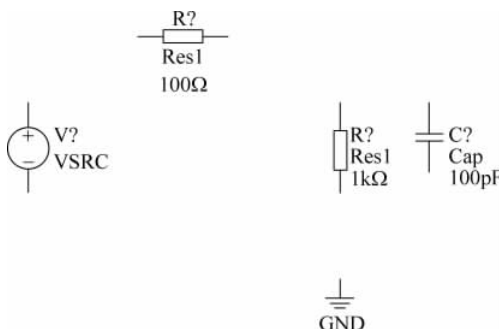

图 3-5 查找仿真元器件到原理图设计界面
(1) 从 Miscellaneous Devices, IntLib 库中分别找到名为 Res1 的电阻元件和名为 Cap Semi 的电容器,并将其按照如图 3-5 所示的位置进行放置。
(2) 从 Simulation Sources, IntLib 库中找到名为 VSRC 的元件,并按照如图 3-5 所示的位置进行放置。
(3) 单击 AD 主界面下工具栏内的  按钮,将 GND 按照如图 3-5 所示的位置进行放置。